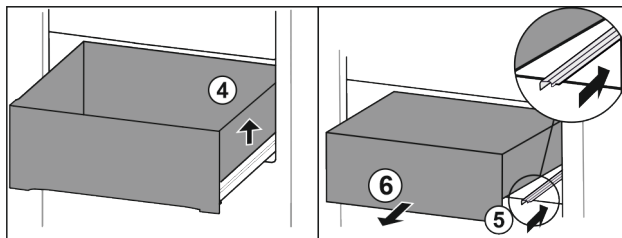

Fig. 14*
- ▶ Zásuvku vpravo nadzvedněte Fig. 14 (4).*
- ▶ Zasuňte pravou kolejničku Fig. 14 (5).*
- ▶ Zásuvku odeberte směrem dopředu Fig. 14 (6).*